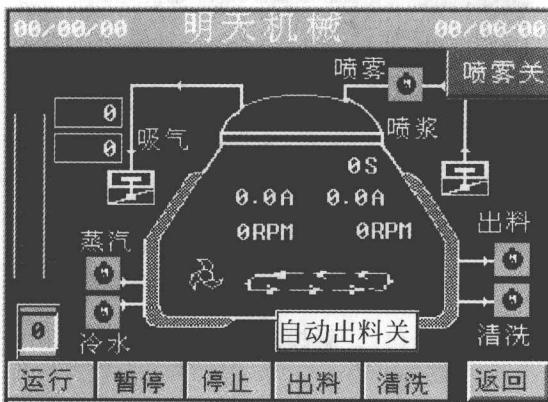

图 1-1-10 自动操作画面
(4) 返回首页，触摸首页画面中“自动”键，进入自动操作画面（图 1-1-10）